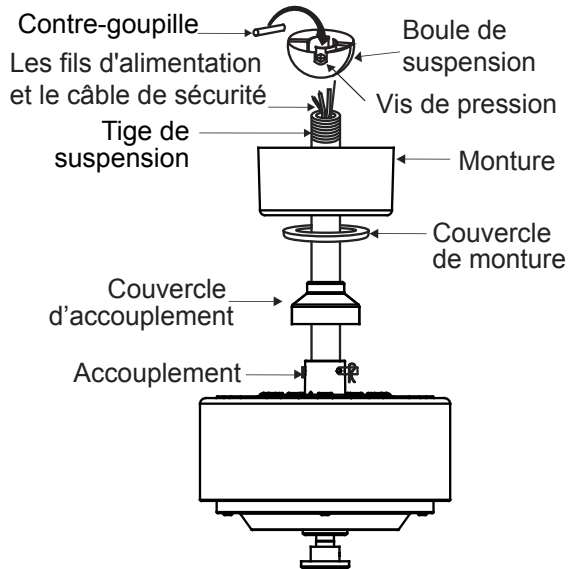

Fig. 10
Étape 9. Faites glisser le couvercle de l'accouplement, le couvercle de montage et la monture sur la tige de suspension. (Fig. 10)
Vissez la boule de suspension sur la tige de suspension, insérez la contre-goupille dans la tige de suspension et serrez. Serrez maintenant la vis de pression. (Fig. 10)